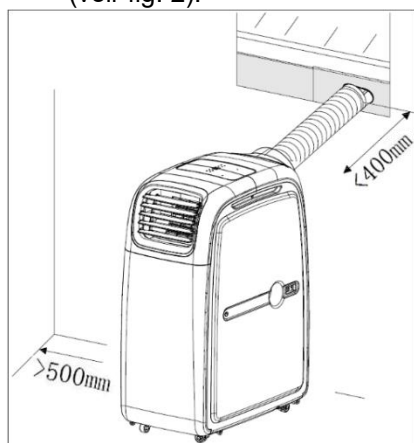

Fig. 1
- Veuillez placer l'appareil sur une surface plane à proximité d'une prise adaptée, mais en respectant une distance d'au moins 50 cm entre le côté avec filtre et les autres objets. Le tuyau d'échappement doit être maintenu droit et non étiré de plus de 40 cm pour une fonctionnalité optimale, afin que l'air chaud du tuyau d'échappement puisse sortir de la pièce aussi rapidement que possible (voir fig. 1).